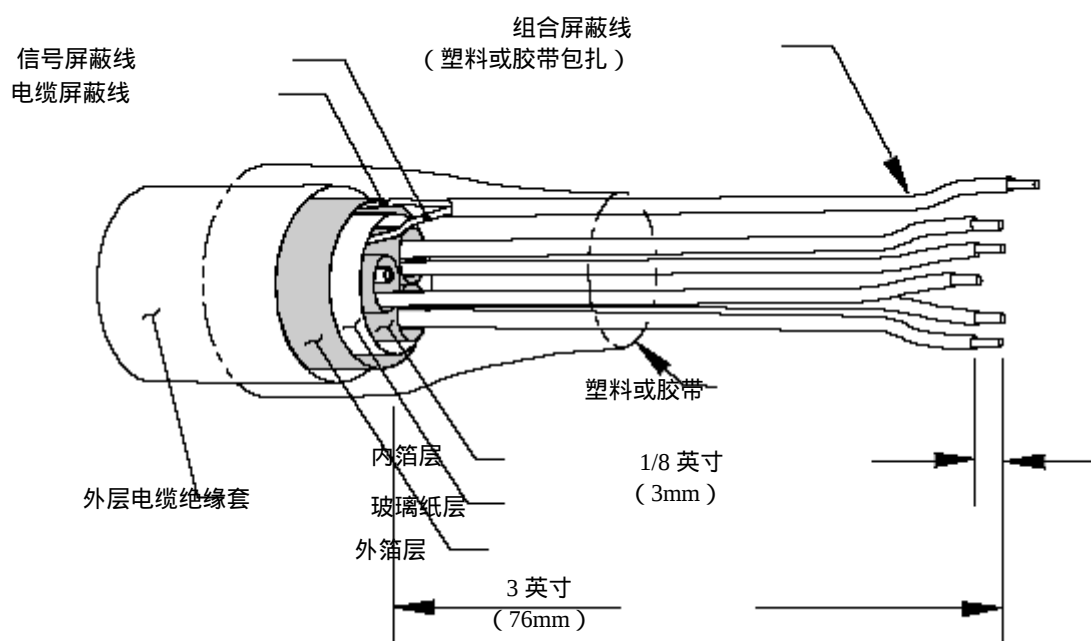

图 2-6 标准终端详细说明（CE 除外）
1. 参考图 2-6，将外层电缆的绝缘套、外箔层、玻璃纸层、内箔层及未使用的黑色线向后剥去 3 英寸（76mm），这样露出信号屏蔽线、电缆屏蔽线及 5 根有颜色的电线（红、绿、黄、白和蓝）。